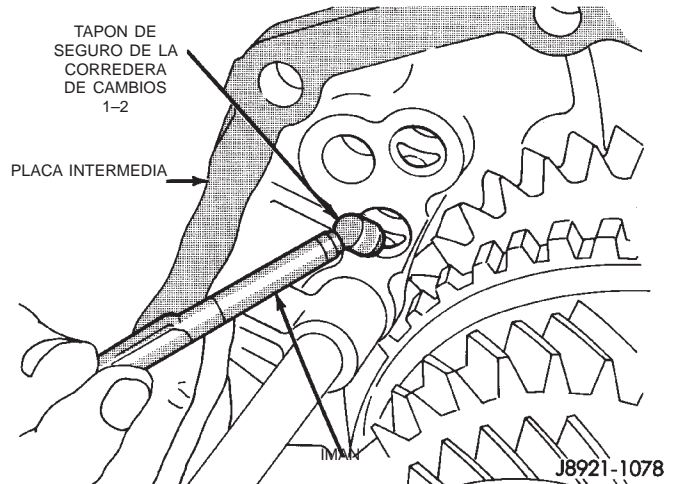

Fig. 85 Instalación del tapón de seguro de la corredera de cambios 1-2
- (14) Instale el tapón de seguro de la corredera de cambios 1-2 en la placa intermedia (Fig. 85).